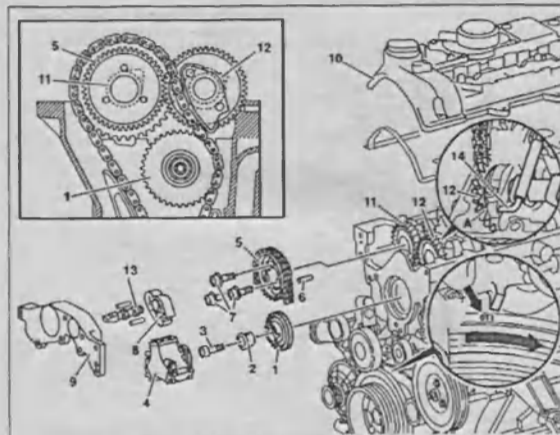

Рис. 3.21. Снятие и установка промежуточной шестерни привода ТНВД:
1. Снимите крышку 10 головки блока цилиндров (рис. 3.21).